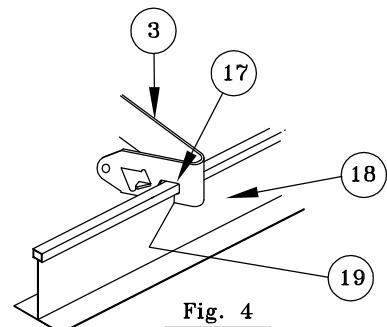

Fig. 4
(See Fig.4)
- 6- Deslice las muescas en las barras colgantes (17) (mientras se aprieta los cables) encima del borde superior de la barra en forma de "T" del techo. Para que la barra colgante no se mueva, apriete la pestana (19) contra la barra en forma de "T" usando alicates. (Véase Fig. 4)
- 6- Mettez les encoches (17) des barres en potence (tout en pressant les bouts) sur le bord supérieur de la barre en forme de "T" au plafond. Pour serrer en place la barre en potence, pressez la patte (19) contre la barre en "T" avec une pince. (Voir Fig. 4)